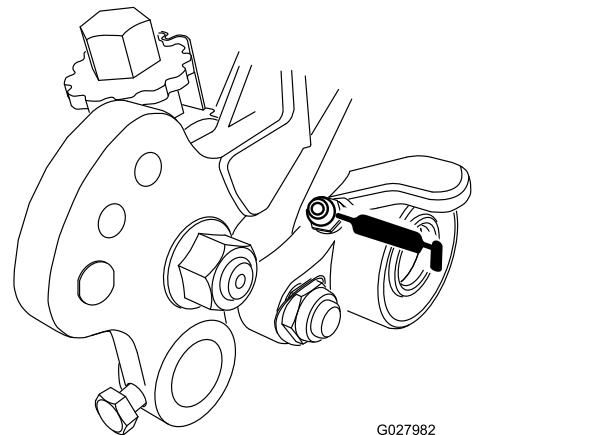
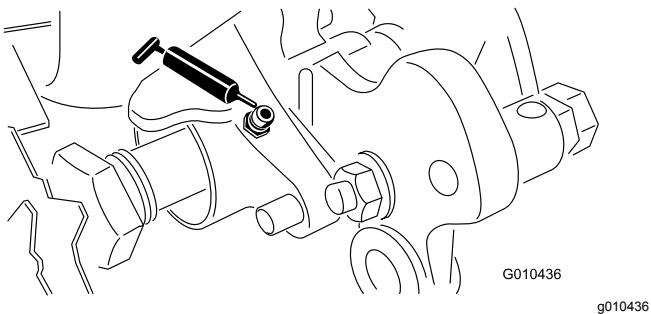

Figura 19
Figura 20
39. Lubrificate settimanalmente i cuscinetti del groomer (Figura 19 e Figura 20) o dopo ogni 10 ore di lavoro, prima di lunghi periodi di inutilizzo e immediatamente dopo ogni lavaggio. Pompatte il grasso nei raccordi finché il grasso fuoriesce sull'albero del groomer. Ripulite le guarnizioni e l'albero dal grasso in eccesso.